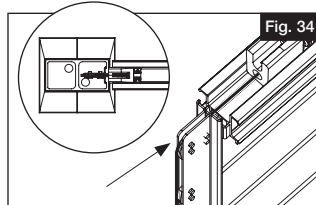

Fig. 34
- b. Asegúrese de que el cable rodee la última vuelta de la guía mirando hacia abajo por el poste (Fig. 34). Jale toda la holgura a través del tensor. Asegúrese también de que el resorte de tensión permanezca en su lugar en la viga en el poste antes de jalar con fuerza.
- 7.** Tense previamente el cable en la guía A y B jalando a mano toda la holgura posible a través del bloqueador (Fig. 35). Asegúrese de que el cable rodee la última vuelta de la guía mirando hacia abajo por el poste (Fig. 34).
Este paso es determinante para conseguir una tensión de acabado adecuada. El uso de un guante puede ayudar durante el pretensado. Asegúrese de que el cable está centrado en la guía del cable mientras jala con fuerza (Fig. 34).